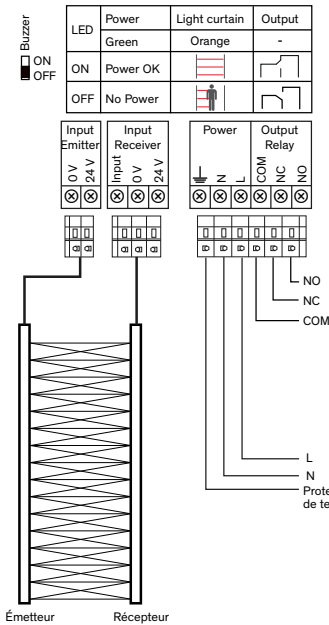

Figure 9: Câblage de l'alimentation UPS avec un rideau lumineux
- Respecter le schéma de câblage (Figure 9) pour raccorder l'entraînement de porte à la sortie de relais. L'unité entière ne fonctionnera selon le principe du circuit fermé que si le relais est connecté comme décrit par la Figure 9.